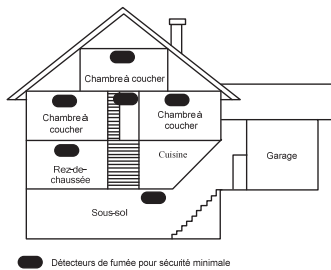

Figure 2 : emplacements d'installation des détecteurs de fumée et de chaleur dans les appartements ou les maisons à plusieurs étages
- Installez un détecteur de fumée et de chaleur à chaque étage dans un logement à plusieurs étages (*reportez-vous à la Figure 2*).